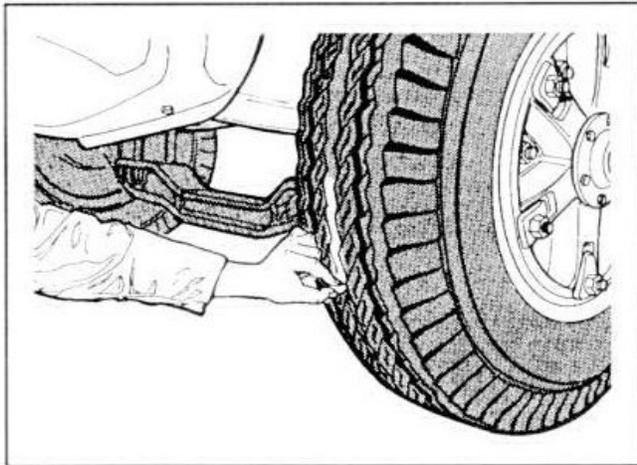

FIG. 1 MARQUER LA SEMELLE DU PNEU
4. À l'aide d'une craie ou de peinture marquer toute la circonférence de la semelle de chacun des pneus (fig. 1).